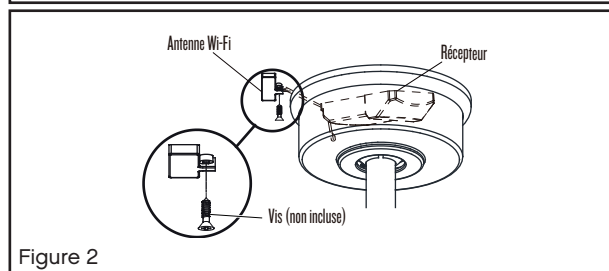

Figure 2
- 3 Desserrez la vis de pression et retirez la goupille de la tige de suspension ainsi que la goupille fendue de l'accouplement sur le dessus du moteur. (Fig. 2)